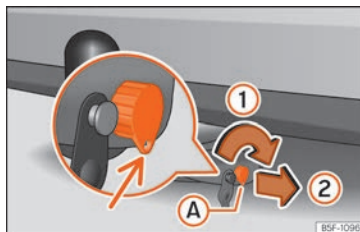
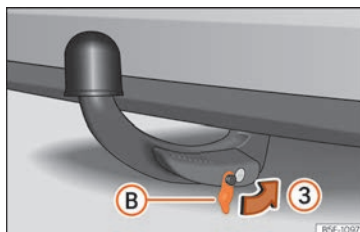

Abb. 268 Schloss sperren
Abb. 269 Abdeckkappe auf das Schloss setzen
- Drehen Sie den Schlüssel **A** in Pfeilrichtung **①**, bis sich der gelochte Teil des Schlüssels unten befindet » » Abb. 268.
- Ziehen Sie den Schlüssel in Pfeilrichtung **②** ab.
- Setzen Sie die Abdeckung **B** in Pfeilrichtung **③** auf das Schloss » » Abb. 269 » » ①.